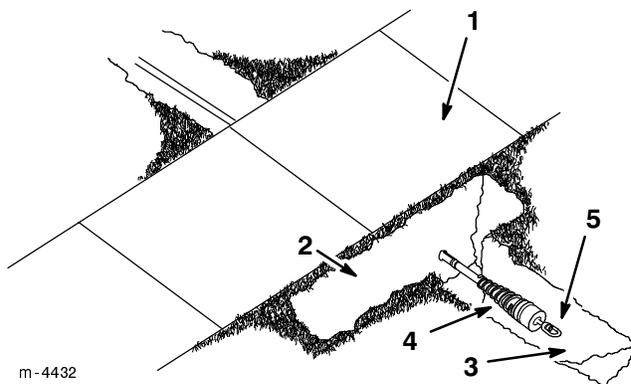

Figure 5
15. A l'aide d'une pelle, creuser prudemment autour de la mèche de forage pour la dégager du sol et pouvoir l'enlever (Fig. 5).
16. Retirer la mèche de forage et la remplacer par l'alésoir (Fig. 5).
17. Fixer le câble ou la conduite à poser à l'émerillon du bout de l'alésoir (Fig. 5).